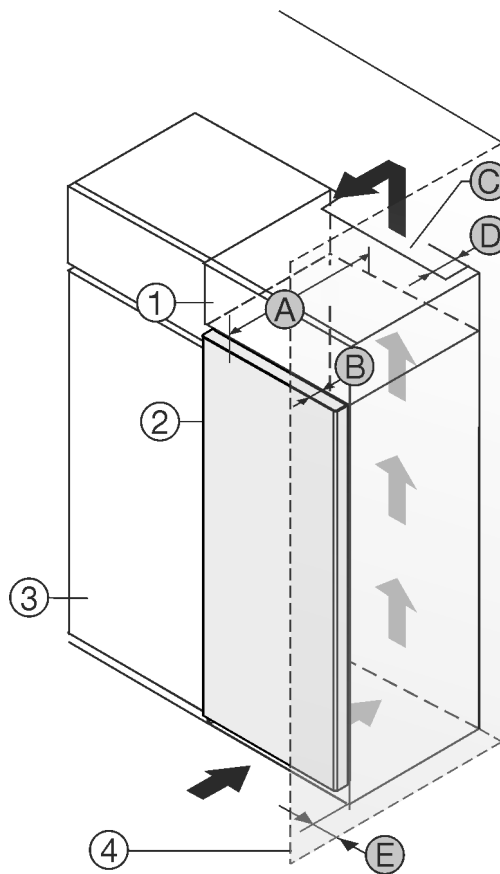

Fig. 1
Puteți amplasa aparatul direct lângă dulapul de bucătărie Fig. 1 (3)\*.
În partea din spate a dulapului suspendat trebuie să existe o fantă de aerisire cu grosimea Fig. 1 (D) pe toată lățimea dulapului suspendat.\*
Sub tavanul încăperii trebuie să fie respectată secțiunea de ventilație Fig. 1 (C)\*.
Atunci când montați aparatul cu balamalele lângă un perete Fig. 1 (4), distanța dintre aparat și perete trebuie să fie de minim 13 mm \*
Atunci când montați aparatul cu balamalele lângă un perete Fig. 1 (4), distanța dintre aparat și perete trebuie să fie de minim 20 mm \*
Astfel încât să puteți deschide complet ușa, aparatul trebuie să fie proeminent cu cel puțin adâncimea ușii Fig. 1 (B) față de suprafața frontală a dulapului de bucătărie. În funcție de adâncimea dulapurilor de bucătărie Fig. 1 (3) și utilizarea distanțierelor de perete, aparatul poate ieși mai mult în afară.\*